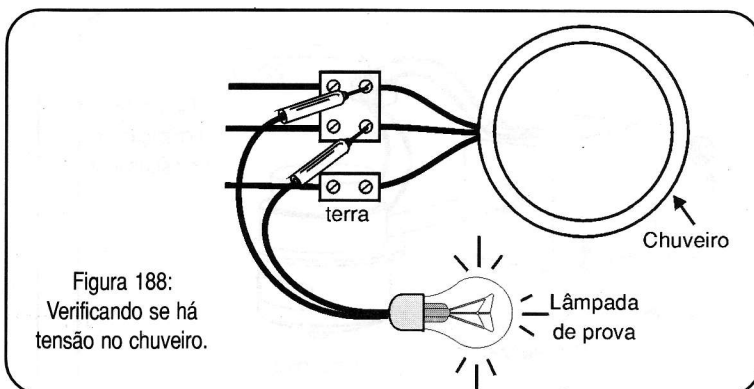

Figura 188: Verificando se há tensão no chuveiro.
a) Ligamos os fios da lâmpada de prova (com cuidado) nos terminais de alimentação do chuveiro, conforme mostra a **figura 188**.